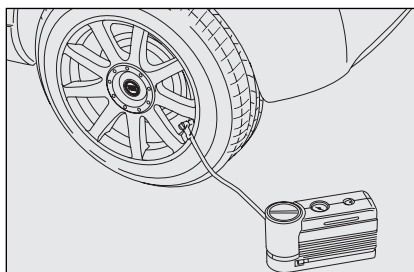
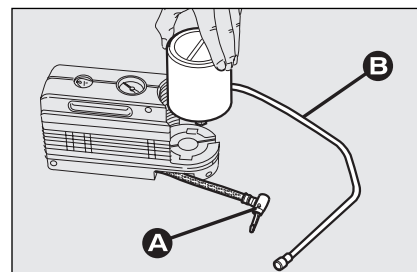

Abb. 7
Abb. 8
Der Kompressor kann auch nur für die Wiederherstellung des Fülldrucks verwendet werden. Den Verschluss **A-Abb. 8** der Spraydose lösen und direkt am Reifenventil anschließen **Abb. 7**. Auf diese Weise ist die Spraydose nicht mit dem Kompressor verbunden, und die Dichtflüssigkeit wird nicht eingespritzt.
- ☐ den Anschluss **A**, **Abb. 8** herausnehmen;